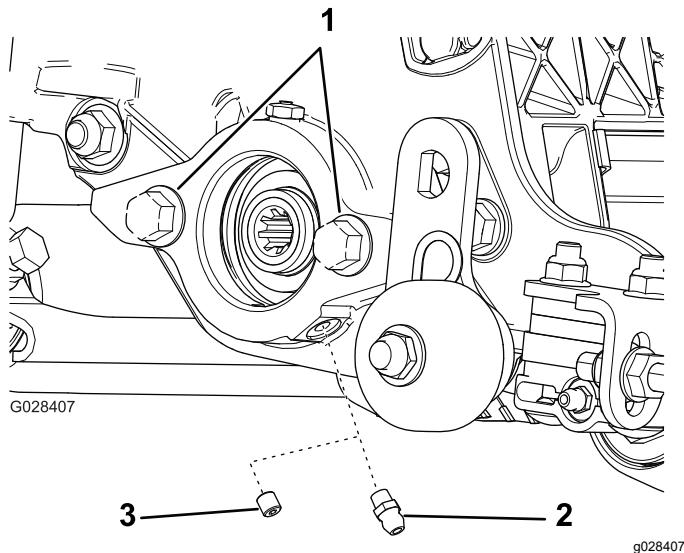

Рисунок 5
1. Выверните и удалите в отходы установочный винт на боковой пластине двигателя барабана (Рисунок 5).
2. Установите прямую масленку (Рисунок 5).
3. Если на боковой пластине двигателя барабана нет винтов, установите их (Рисунок 5).
Вертикуттер можно установить в любое из пяти положений на тяговом блоке. Рисунок 5 показана ориентация двигателя привода для каждой из позиций. Для каждой из позиций, в соответствии с которой требуется установка двигателя в правой задней части вертикуттера, необходимо добавить противовес на левую сторону машины. Для каждой из позиций, в соответствии с которой требуется установка двигателя в левой части вертикуттера, необходимо добавить противовес на правую часть машины.